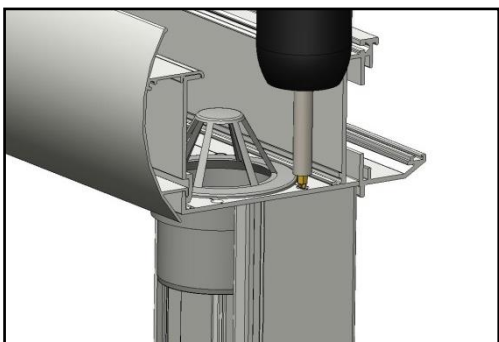

Abbildung 8, Verbinden der Rinne mit der Bodenstütze
17. Verschrauben Sie die Rinne mit Hilfe von Senkkopfschrauben 4,2x32 mm mit der Bodenstütze (Abb. 8)